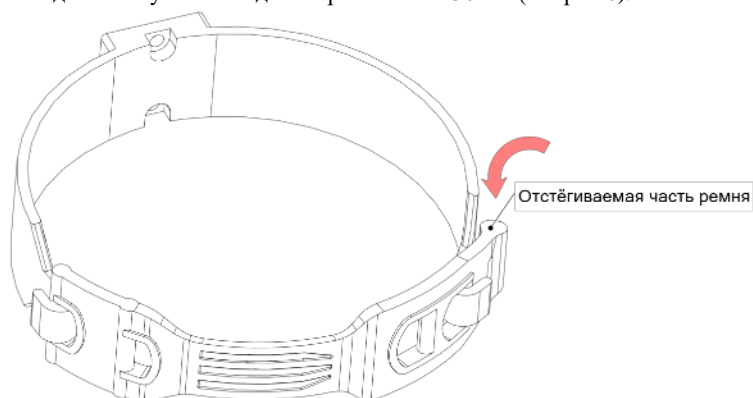

Рис. 5 – Крепление огнетушителей диаметром 150-180 мм
- крепление огнетушителей диаметром 150-180 мм (см. рис.5);